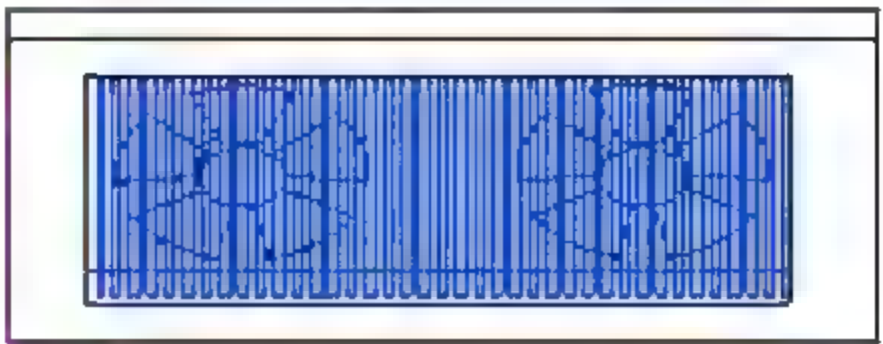

图 8.2.32 隔板效果图
(10) 编辑可见性并添加材质。首先,选中隔板图元,在“属性”面板中编辑“可见性/图形替换”选项,取消“平面/天花板平面视图”复选框的选择,单击“确定”按钮。其次,添加隔板的材质,选择“不锈钢”类型,单击“确定”按钮,如图 8.2.32 所示。